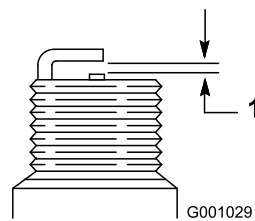

Рисунок 21
4. На новой свече установите зазор между электродами, равный 0,76 мм (Рисунок 21).